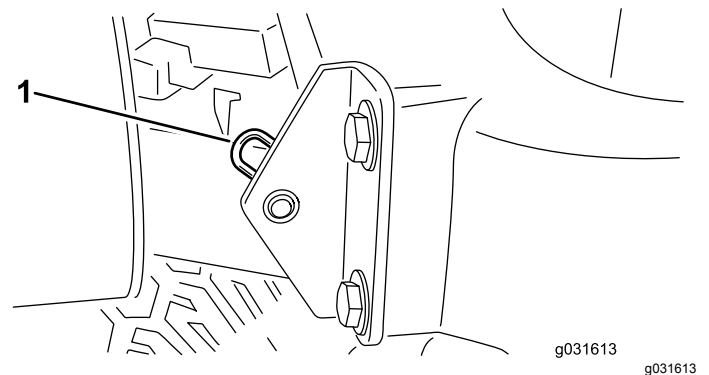

Figura 60
2. Togliete la coppiglia che fissa il perno del cofano alle staffe di montaggio (**Figura 60**).